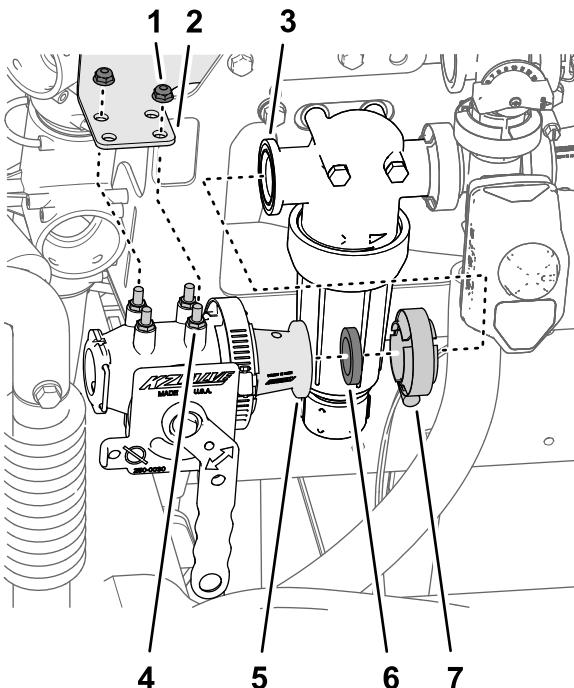

図 7
6. エダクタバルブのリデューサアダプタのフランジを、圧力フィルタヘッドのフランジ図 7 に合わせ、ステップ2 ホースを取り外す (ページ 5)で外したガスケットを間に挟む。
- エダクタバルブのリデューサアダプタのフランジを、圧力フィルタヘッドのフランジ図 7 に合わせ、ステップ2 ホースを取り外す (ページ 5)で外したガスケットを間に挟む。
- 圧力フィルタヘッドのスタッドを、バルブマウントブラケットの穴に合わせる図 7。
- リデューサアダプタのフランジを、圧力フィルタヘッドのフランジ図 7 に組み付け、ステップ2 ホースを取り外す (ページ 5)で外したフランジクランプで固定する。